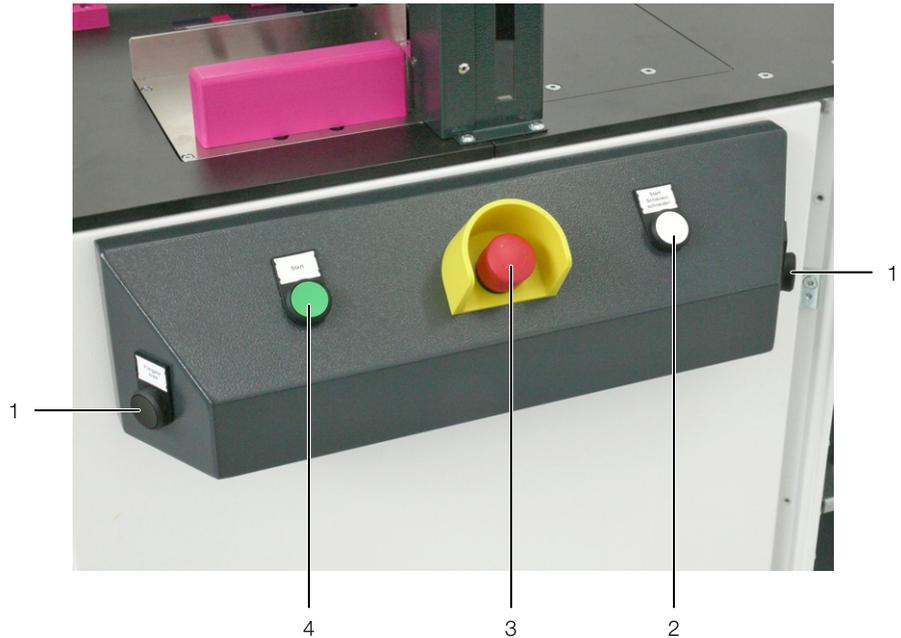

Fig. 3 : organes de commande de la console de commande
- 5 Console de commande (fig. 3)
Sur la console de commande est installé un bouton d'ARRET D'URGENCE rouge qui, en l'actionnant, coupe l'alimentation électrique pour toutes les sorties (fig. 3, pos. 3). Le pupitre de commande et l'interface utilisateur graphique restent en fonction.
La coupe des goulettes de câbles et des couvercles de goulettes s'effectue en actionnant et en maintenant simultanément les deux touches de démarrage « Bimanuel goulotte » (fig. 3, pos. 1).